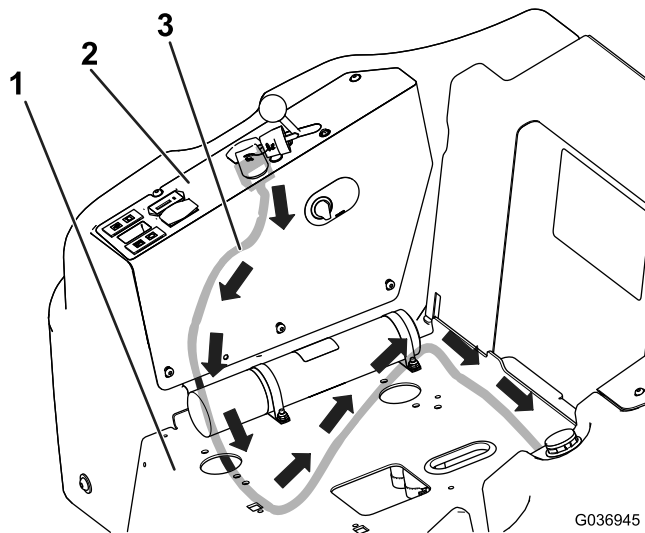

Bild 4
5. Verlegen Sie den Kabelbaum unter dem Armaturenbrett und der Sitzplatte, wie in Bild 4 dargestellt.